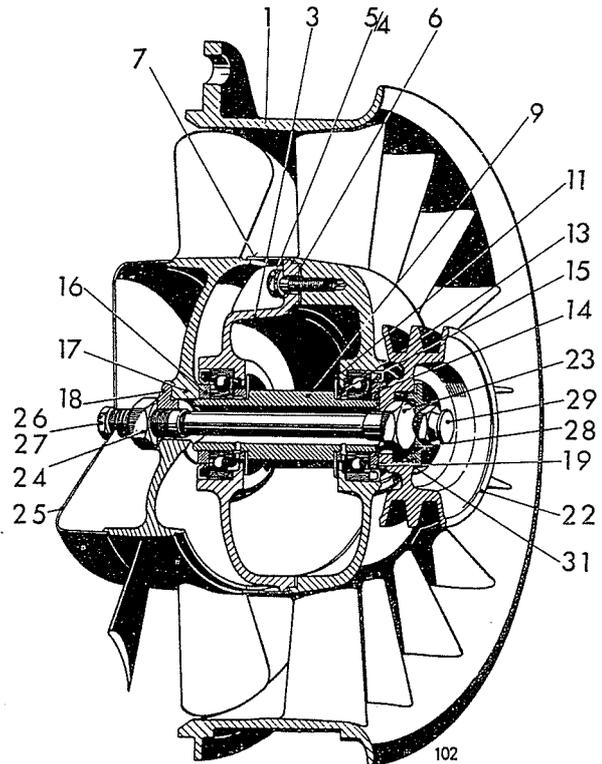

Bild 102 Kühlluftgebläse (zweiteilig) F/A4-6L 514
1. Zweiteilige Gebläse (ältere Bauart). Keilriemen und Luftführungshaube abnehmen. Spannbänder zum Gebläse öffnen. Komplettes Gebläse entnehmen, siehe Bild 102. Verschlußmutter 28 mit Druckschmierkopf 29 an der Riemenscheibe 22 abschrauben. Abströmblech 25 auf Läuferseite mit Schraube 26 und Federring 27 befestigen. Klemmfreien Gebläselauf prüfen. Schmierfett einpressen. Nach Einbau in den Motor muß Schraubverbindung der Spannbänder mit Draht gesichert werden.